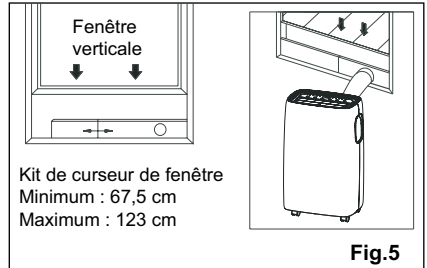

Fig.5
4. Fixez le connecteur B sur le kit du curseur de fenêtre et le joint. (Fig. 5 et 6)